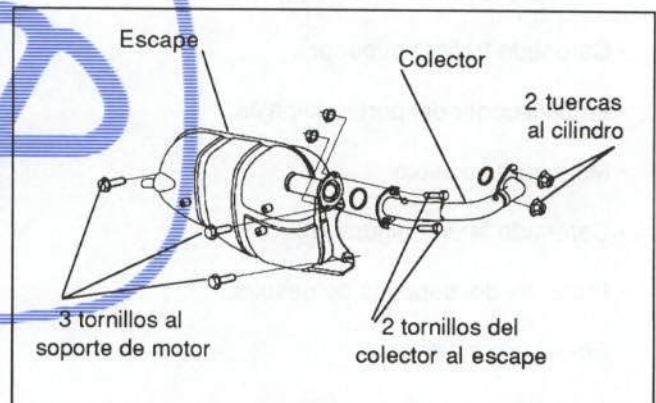

Figura 33.- Fijación del silencioso
En la figura 33 se muestra su fijación.
- Escape (figura 33) (sólo lado derecho)
- Escape completo (figura 33)